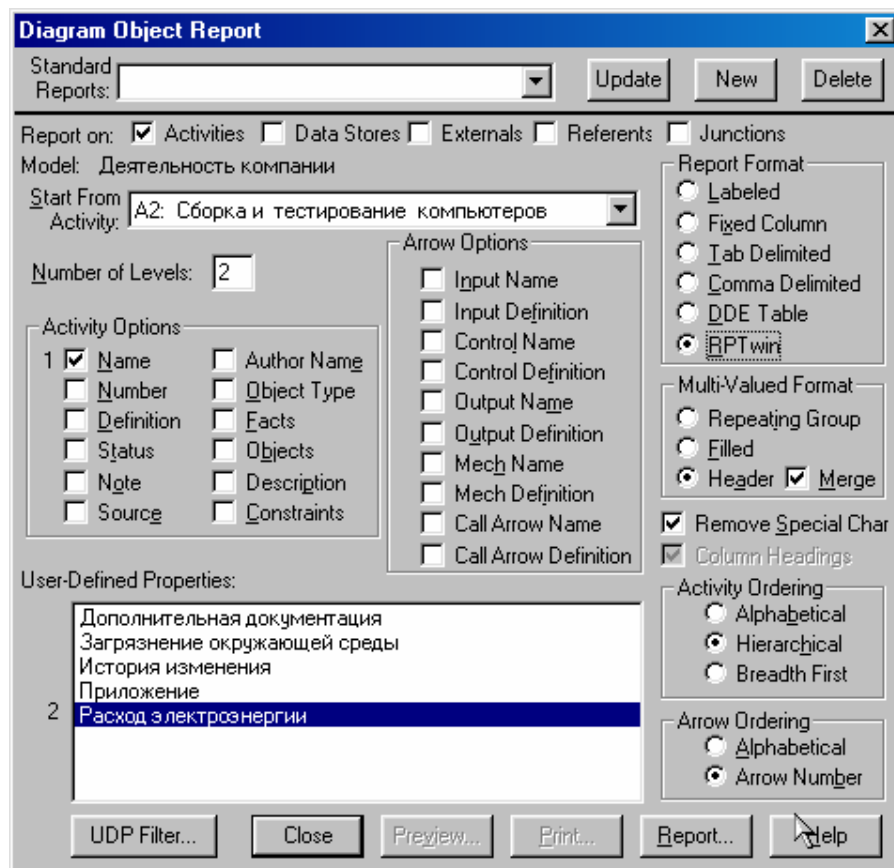

Рисунок 11.10 – Выбор опций отчета
9. Выберите опции отчета (рисунок 11.10):